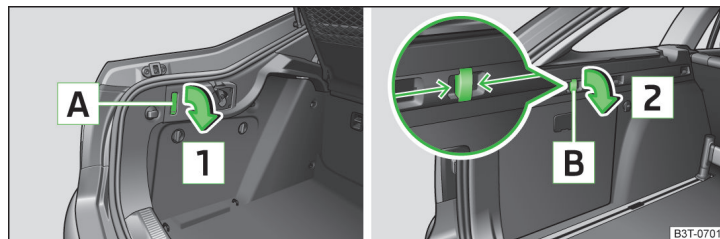

Fig. 100 Cârligul rabatabil: Superb / Superb Combi
- Superb: Apăsați pe partea de jos a cârligului **A** și rabatați-l în jos, în sensul săgeții **1** » fig. 100.
- Superb Combi: Apucați cârligul **B** în sensul săgeții și rabatați-l în jos în sensul săgeții **2** » fig. 100.